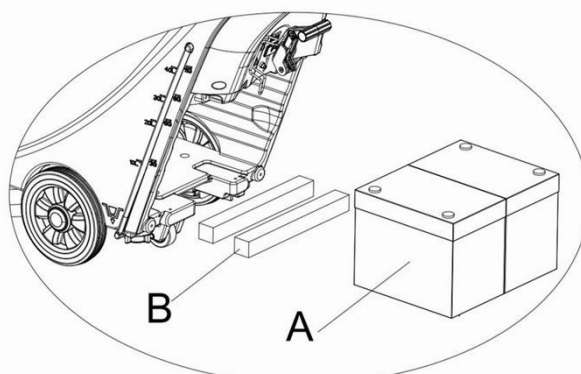

Figura 6
- 1) Para baterias com comprimento inferior a 270mm, utilize 2 peças de placa de fixação (B, Figura 6) e coloque-as lado a lado dentro da bateria do tanque de água;
- 2) Para baterias com comprimento entre 310mm – 270mm, utilize 1 peça de placa de fixação (B, Figura 6) e coloque-a na bateria do tanque de água;